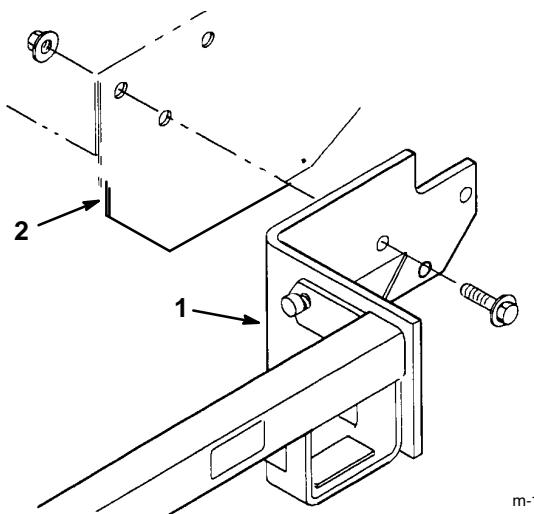

Figure 2
1. Présenter les perforations de montage du châssis porteur face aux perforations correspondantes du châssis du tracteur (Fig. 2).
2. Fixer le châssis porteur au tracteur, de chaque côté, à l'aide de 3 boulons à embase de 12,5 mm x 25 mm (1/2" x 1") et de leurs écrous. Serrer les boulons à 81 à 109 N•m (60-80 ft-lb) (Fig. 2).